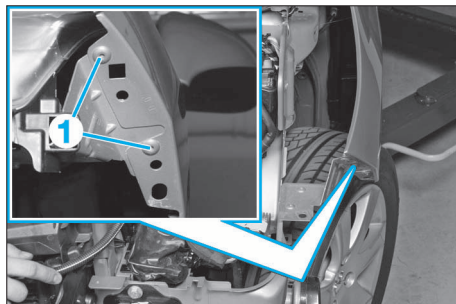

FIG. 10
- Détruire les 2 rivets (1) (Fig.10).